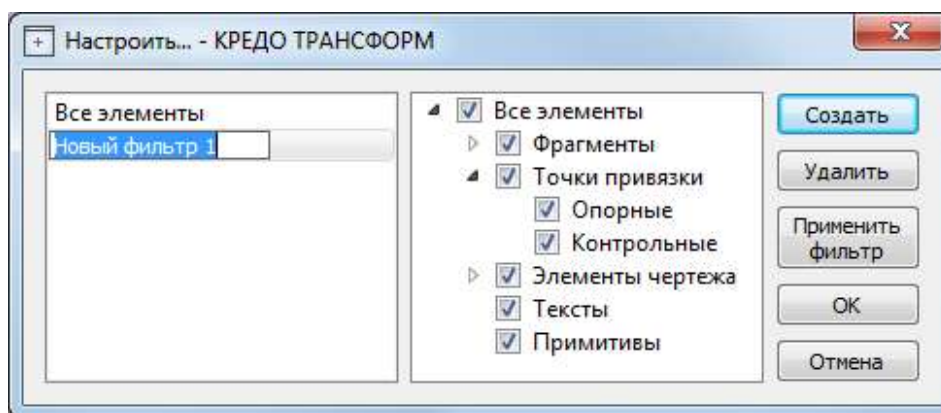

Рисунок 54
- Редактирование существующих и создание новых фильтров выполняется при помощи команды **Настроить**, которая вызывает одноименный диалог (см. рис. 54).